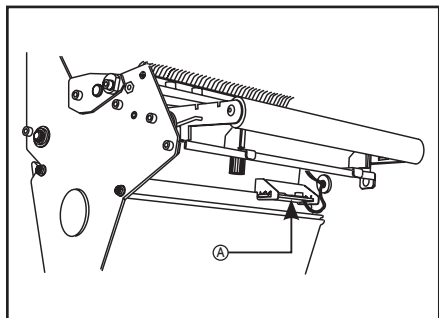

Figura 13
1. Individuare l'insieme del sensore etichetta inferiore (figura 13-A) sotto il rullo folle posteriore (si tratta di un fermaglio a molla portante un circuito stampato).